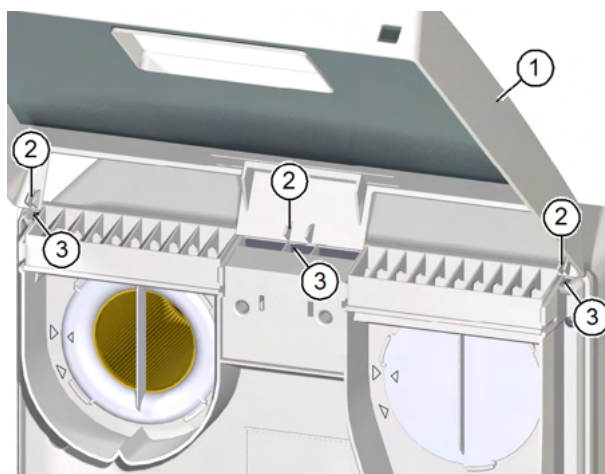

Abb. 22: Deckel auf Lüftungsgerät aufsetzen
- ▶ Fassen Sie den Deckel (Pos. 1 in Abb. 22) des Lüftungsgeräts mit beiden Händen und neigen Sie die Oberkante des Deckels in Richtung Lüftungsgerät.
- ▶ Setzen Sie die Nasen (Pos. 2 in Abb. 22) des Deckels in die Öffnungen (Pos. 3 in Abb. 22) an der Oberseite des Lüftungsgeräts ein.